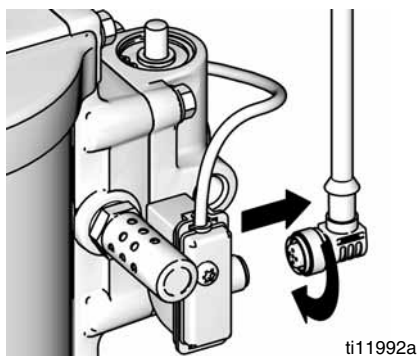

Рис. 11. Разъедините DataTrak
1. Отвинтите кабель от задней части агрегата язычкового переключателя. Смотрите Рис. 11.